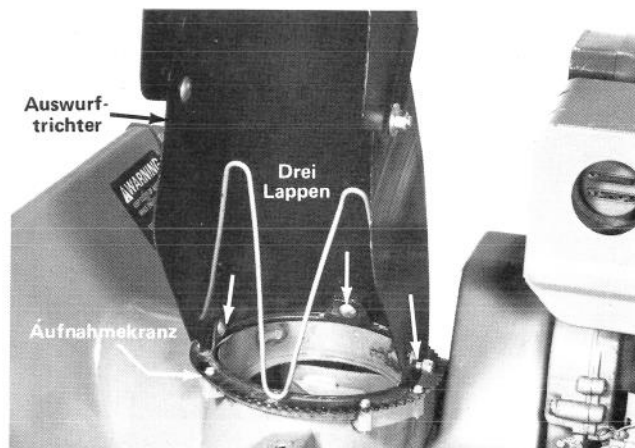

Abb. 8
1. Den Aufnahmekranz so drehen, dass die Zähne und Befestigungslappen in der richtigen Stellung stehen (Abb. 8).
2. Den Auswurftrichter auf den Aufnahmekranz setzen (Abb. 8) und mittels Schlossschraube, Unterlegscheibe und Sicherungsmutter hinten am mittleren Lappen befestigen (Abb. 8). Die Mutter aber noch nicht festziehen.
3. Den Auswurftrichter mit Schlossschrauben und Muttern an den beiden anderen Lappen befestigen (Abb. 8).